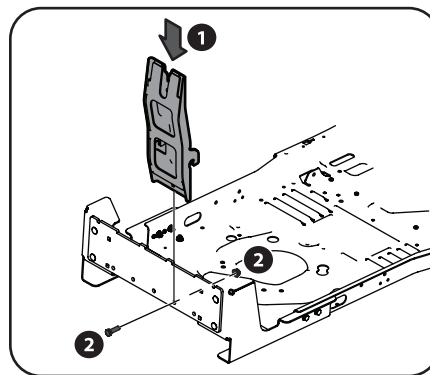

Figure 4-4
4. Pour fixer le support vertical sur l'ensemble de montage, insérez un boulon hexagonal (710-0376) et un écrou autobloquant à bride (712-04063) de l'ensemble de quincaillerie 689-00567. Voir Figure 4-4.